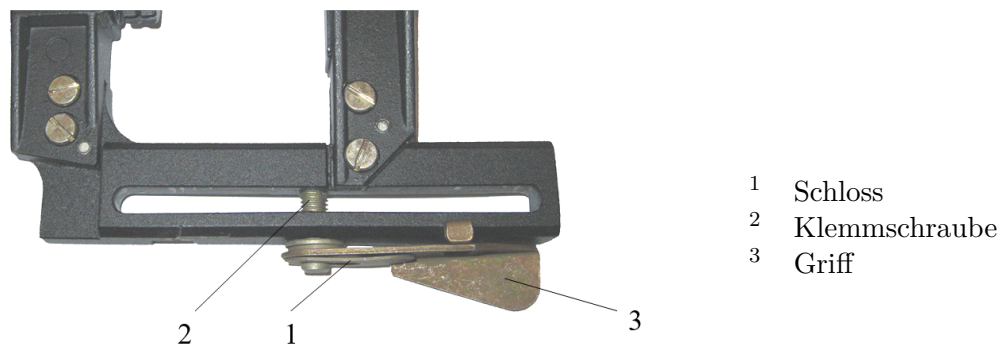

Abbildung 5: Klammer PK-AV
Die Halterung des PK-AV-Visiers (Abbildung 5) ist für die Montage an Saiga- und Vepr-Karabiner vorgesehen. Um das Visier an einer Waffe zu montieren, drehen Sie den Griff (3) (Abbildung 5) in Richtung Hinterschaft; setzen Sie das Visier bis zum Anschlag auf die Schienenhalterung und sichern Sie es durch Drehen des Hebels 3 (Abbildung 5) bis zur vollständigen Fixierung in der Halterungsnut. Zur Einstellung der Spannkraft:
- Drehen und schieben Sie den Verschluss (1) (Abbildung 5), bis der breite Teil des Lochs mit der Achse der Klemmschraube (2) (Abbildung 5) ausgerichtet ist, und entfernen Sie ihn
- Drehen Sie die Klemmschraube (2) (Abbildung 5) mit dem Griff (3) (Abbildung 5), um die erforderliche Klemmkraft zu erreichen
- den Griff (3) (Abbildung 5) vom Zahnkopf der Klemmschraube (2) (Abbildung 5) abnehmen und in die Ausgangsstellung zurückstellen
- Setzen Sie das Schloss (1) (Abbildung 5) auf die Klemmschraube (2) (Abbildung 5) in seiner ursprünglichen Position ein und sichern Sie es durch das Loch im Griff (3) (Abbildung 5)